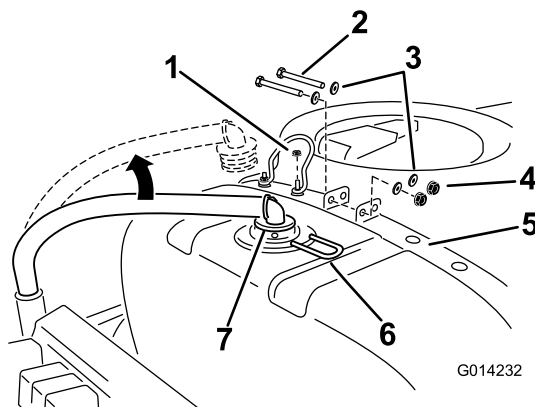

Figure 7
5. Débranchez le flexible d'alimentation à l'arrière et en haut de la cuve principale (Figure 7).